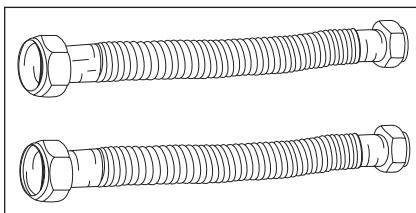

Figura 1 - Los conectores flexibles utilizan conectores de compresión y no requieren soldadura.
- Para las casas con tuberías de cobre, puede adquirir kits de conectores con conectores de compresión que no requieren soldadura (Figura 1). Los conectores de compresión son más fáciles de instalar que soldar las tuberías de cobre